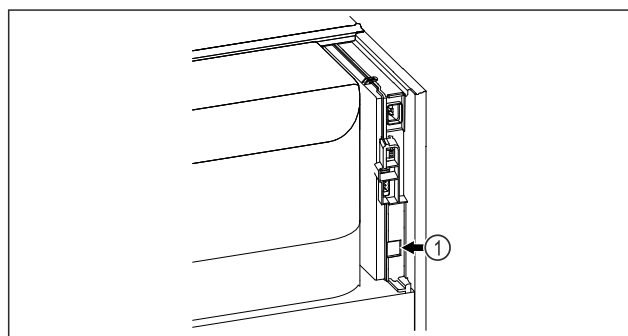

Fig. 134
- ☐ SmartModule Fig. 134 (1) se rabi.